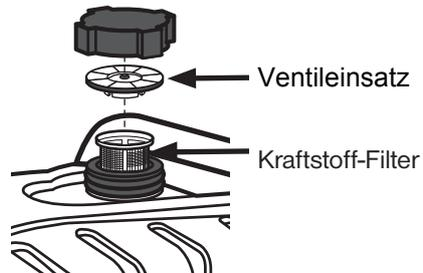

Abb. 5
6. Setzen Sie den Ventileinsatz auf die Öffnung des Tanks (3).
7. Verschließen Sie den Kraftstofftank wieder, indem Sie den Tankdeckel (2) zurück auf die Öffnung schrauben (Abb. 5)